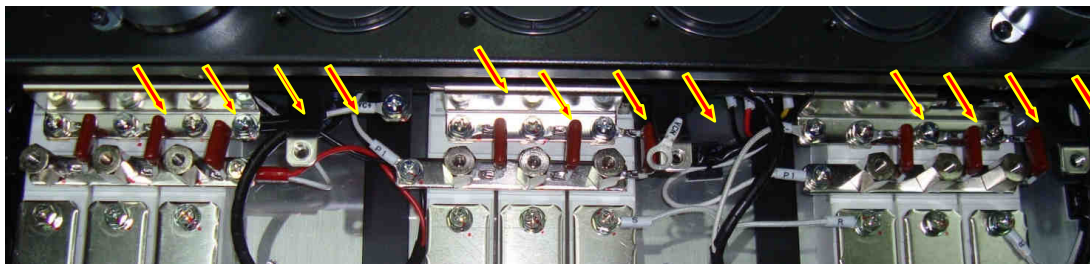

Рис. 6.22.
6.11.5 Выкрутить 9 винтов крепления шин блока конденсаторов к диодно-тиристорным модулям и 3 винта крепления проводов разрядного резистора (VC+, VC-) и «-» жгута контроля напряжения звена ПТ (рис. 6.22). Отгнуть балластные конденсаторы (9 шт.). Положить винты в тару.